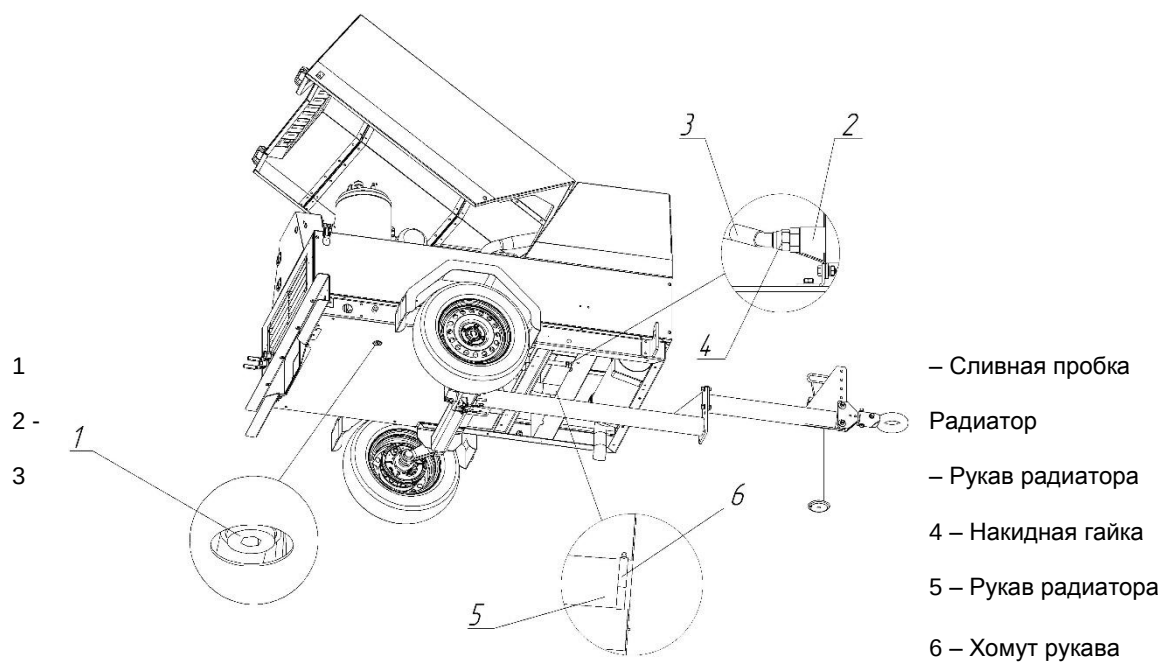

Рис. 6.4.1
2. Открутите сливную пробку поз.1 Рис.6.4.1 снизу бака-сепаратора и слейте всё масло в заранее подготовленную для этого ёмкость.
4. Отверните накидную гайку поз.4 Рис.6.4.1 рукава радиатора поз.3 Рис.6.4.1 и отсоедините рукав от радиатора, затем слейте всё масло в заранее подготовленную для этого ёмкость.
Слейте всю СОЖ из системы охлаждения в заранее подготовленную ёмкость. Для этого ослабьте хомут поз.6 Рис.6.4.1 рукава радиатора и отсоедините рукав поз.5 Рис.6.4.1 от радиатора. Затем соедините всё обратно. Открутите пробку на расширительном бачке и залейте в расширительный бачок около 15 л СОЖ. Запустите двигатель на 5-10 минут. Отключите двигатель и проверьте уровень СОЖ в расширительном бачке, он должен находиться между отметками «MIN» и «MAX». При необходимости долейте СОЖ.